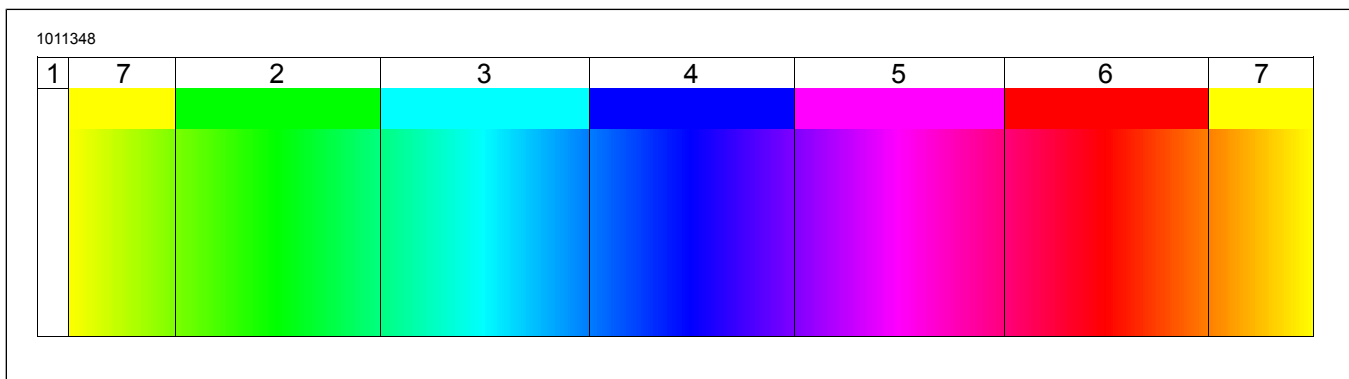

Figure 4. Spectre de couleurs
- Voir la figure 4. Sept zones de couleur prédéfinies sont disponibles. Chacune comporte un nombre de nuances :